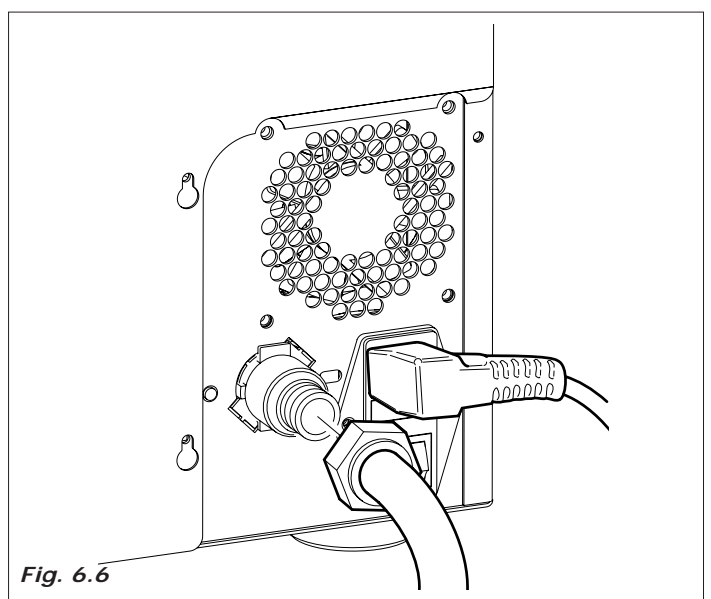

Fig. 6.6
- A Ligação contemplada é um 3/8 gas (Fig. 6.6).